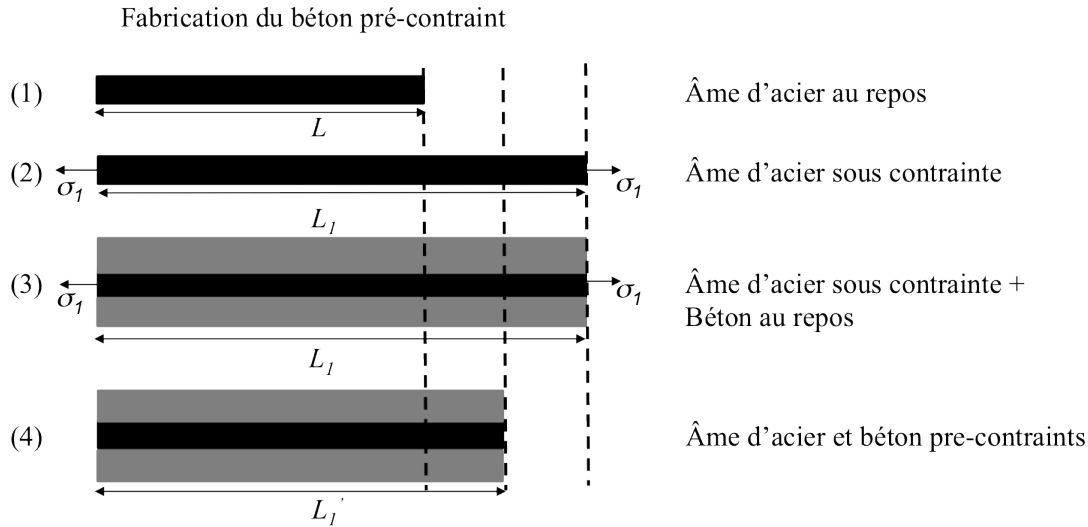

FIGURE 1 – Différentes étapes de fabrication du béton pré-contraint.
- 8 - Pour augmenter encore cette limite, on pré-contraint le béton. On applique une contrainte σ_1 à l'acier. On coule le béton autour. Puis, quand le béton est sec, on relâche la contrainte (voir figure 1).